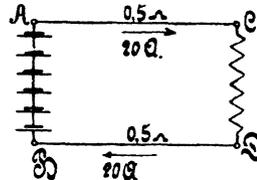

Fig. 6.
53. Text wie 51, nur ist  $e = 10$  [100] (200) V,  $J = 4$  [15] (40) A.
54. An den Klemmen A und B (Fig. 6) einer Batterie von hintereinander geschalteten Elementen herrscht eine Spannung von 65 [110] (220) V. Durch den Widerstand CD fließen 20 [30] (8) A. Welche Spannung besteht zwischen den Punkten C und D, wenn jeder der beiden Zuleitungsdrähte AC und BD 0,5 [0,3] (2)  $\Omega$  Widerstand besitzt?
55. Der Widerstand CD (Fig. 6) besteht aus einer Anzahl von Lampen, die insgesamt 15 [12] (8) A verbrauchen. Die Widerstände der Zuleitungen AC und BD betragen zusammen 0,2 [0,3] (0,5)  $\Omega$ . Welche Spannung herrscht zwischen C und D, wenn die Klemmenspannung der Stromquelle 67 [113,6] (120) V beträgt?
56. Fünf Bunsenelemente (Fig. 6) von je 1,8 [1,85] (1,78) V elektromotorischer Kraft und 0,2 [0,25 (0,15)]  $\Omega$  innerem Widerstande sind hintereinander geschaltet. Der äußere Stromkreis besteht aus den beiden Zuleitungsdrähten AC und BD von je 0,08 [0,05] (0,09)  $\Omega$  und dem Nutzwiderstand CD (parallel geschaltete Glühlampen) von 3 [4,5] (2,5)  $\Omega$ .